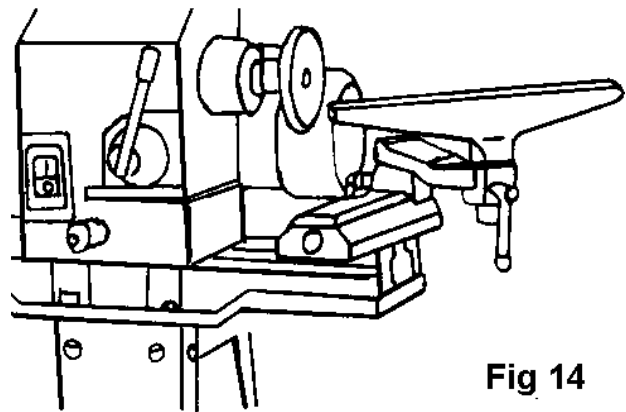

Fig 14
1. Le support d'outil (1) peut être utilisé avec ou sans le bras (2).
2. Pour déplacer le socle du support d'outil (3), desserrez la poignée de blocage (4) et déplacez le socle vers la gauche ou la droite et vers l'avant ou l'arrière. Serrez la poignée (4) lorsque le socle du support d'outil est dans la position désirée.
3. Lorsque vous utilisez le bras (2), procédez aux réglages nécessaires en utilisant les poignées de blocage (5) et (6) pour positionner le support d'outil. Serrez tous les leviers du support d'outil (4-5-6) et assurez-vous qu'il y ait un espace suffisant entre la pièce à travailler et le support d'outil avant de mettre le tour en marche.
4. Le support d'outil peut également être positionné sur l'extension du banc pour des tournages extérieurs (Figure 14).